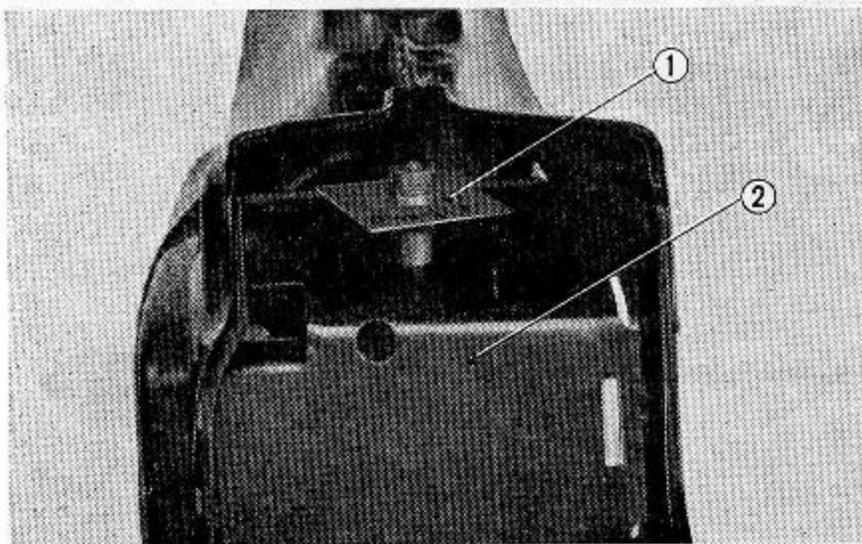
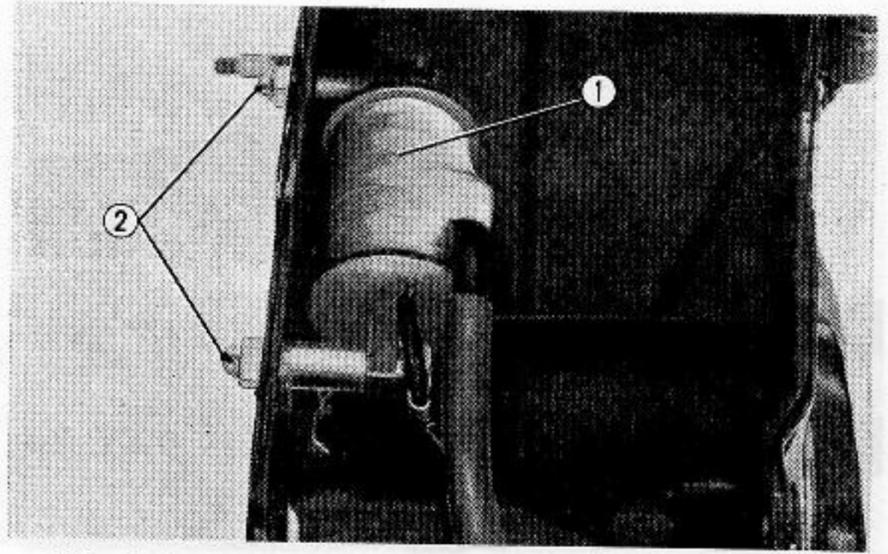
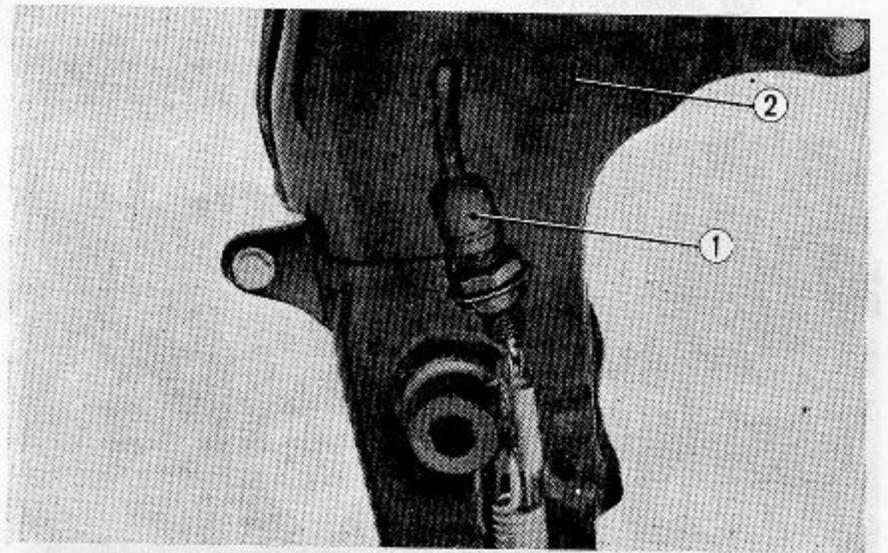

Abb. 4.35 Selengeleichrichter ausbauen
Abb. 4.36 Zündspule ausbauen
Abb. 4.37 Stoplichtschalter ausbauen
- (12) Selengleichrichter (Abb. 4.35), Wechselstrom-Zündspule (Abb. 4.36), Kabelbaum und Stoplichtschalter (Abb. 4.37) vom Rahmen abbauen.